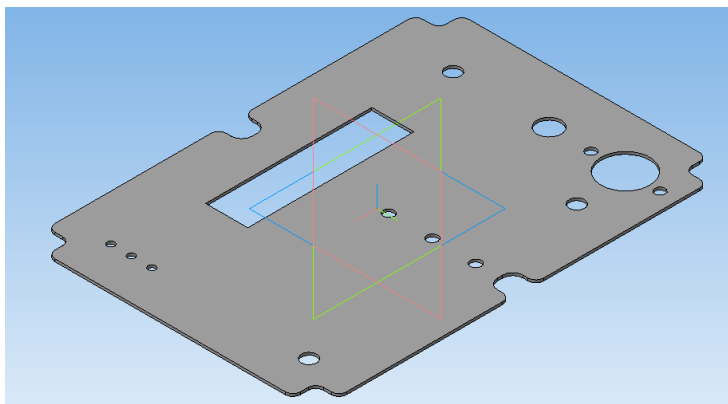

Рис. 5.3. Полученная панель
6. Выйти из режима **Эскиз** и выдавить на 1 мм. (рис. 5.3).